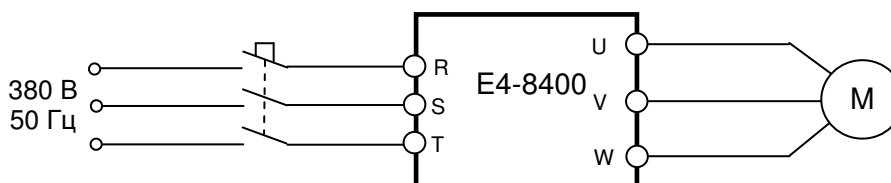

Рис.4.31
- 4.14.1. Подключить к клеммам R, S, T преобразователя частоты сеть электропитания 380 В, 50 Гц., а к клеммам U, V, W электродвигатель (рис.4.31).